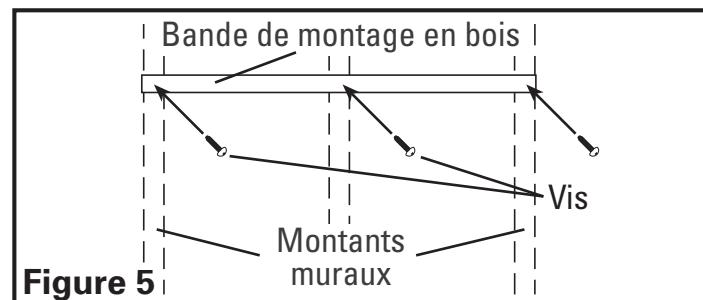

Figure 5
- En utilisant le gabarit comme guide, placez la bande de bois qui fut enlevée à l'étape 2 de la **Section 1** sur le dessus du gabarit puis mettez le à niveau. Fixez en place en utilisant les vis de montage de 2 in. (5,1 cm) comprises en vous assurant que les vis s'enfoncent dans les montants muraux (**Figure 5**).